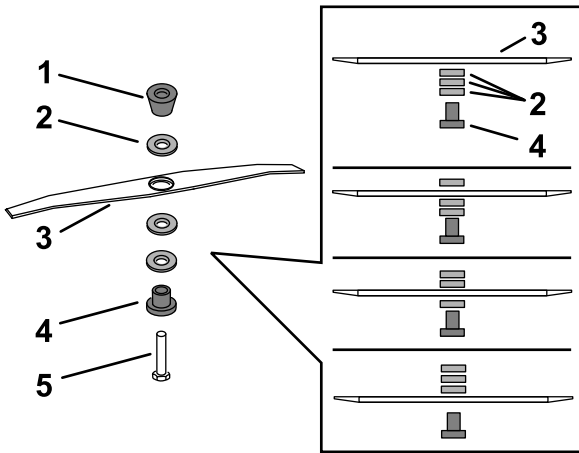

Figura 29
5. Utilice la llave suministrada con la máquina para retirar la cuchilla, girando el perno de la cuchilla en sentido antihorario (Figura 29).